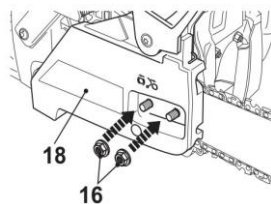

Abb. 9
10. Setzen Sie die Abdeckung (18) wieder ein. Befestigen Sie sie mittels der Befestigungsmuttern (16) (Abb. 9).
- 4) Heben Sie die Spitze des Führungsschwerts (13) an und ziehen Sie zuerst die hintere Spannmutter (16) und dann die vordere Spannmutter (16) an (Abb. 9).
- 5) Ziehen Sie mehrmals die Kette der Säge (14) über die Spitze des Führungsschwerts (13) von einem Ende zum anderen. Es sollte zu fühlen sein, dass die Kette eng anliegt, aber sich ständig frei bewegt.